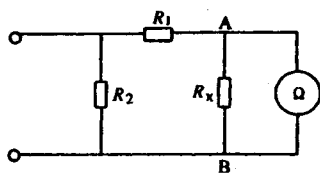

图 1-1-9 被测电阻有并联支路的情况
(4)被测对象不能有并联支路。如果被测对象有并联支路存在,测得的电阻值将不是被测电阻的真实阻值,而是某一等效电阻值。例如用欧姆挡去测量图 1-1-9 中的  $R_x$  时,若直接把表的测试棒触在  $R_x$  的两端,如图中 A、B 两点,这时表的读数不是  $R_x$  值的大小,而是  $R_1$  和  $R_2$  串联后再与  $R_x$  并联的等效电阻值。所以,在测量电路中的某一电阻值时,如果不能肯定是否有其他并联支路存在,应将被测电阻的一端焊下来后,再进行测量。